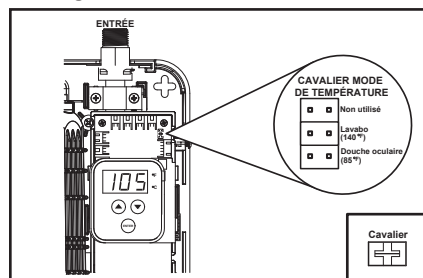

Figure 6 - Cavalier de mode de température.
2. Trouver et retirer le cavalier. Placer le cavalier sur les broches correspondant au mode souhaité. Tester le chauffe-eau pour vérifier qu'il fonctionne comme prévu. Voir Figure 6.